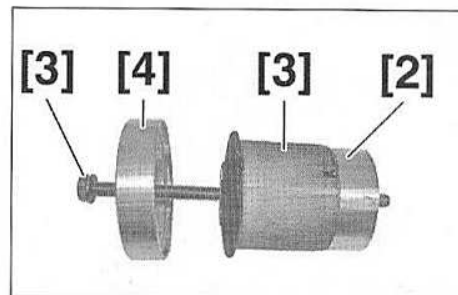

FIG.80
- Assembler les outils [2], [3] et [4] avec le palier élastique (3) (Fig.80).